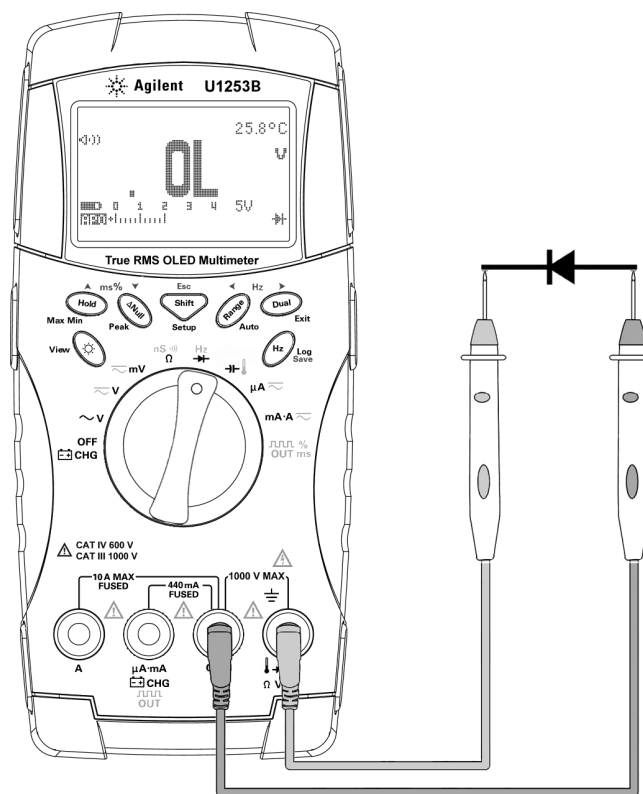

图 2-13 测量二极管的反向偏压
- 5 反转探头并再次测量二极管中的电压 (请参阅第 49 页上的图 2-13)。按照下面的准则评估二极管：